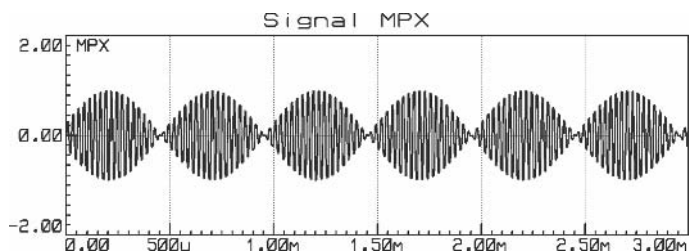

Figure 7.3
**Sepatoo** – Très bien, je m'exécute. Voici le résultat en **figure 7.3**. Pourriez-vous m'expliquer pourquoi on a cette jolie forme ?